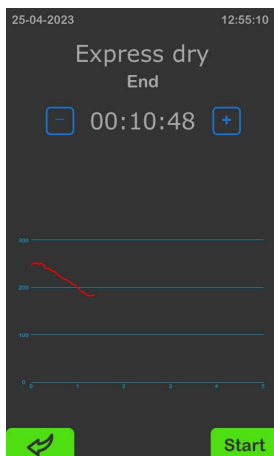

Рисунок 33
- Подключите **к выходу фильтра** шланг от модуля MS900A. Активируйте режим сушки и запустите процесс кнопкой «**Start**» см. рис. 33. В случае необходимости процесс можно прервать или продлить в любой момент это осуществляется кнопками «**+**» «**-**», расположенные возле таймера.